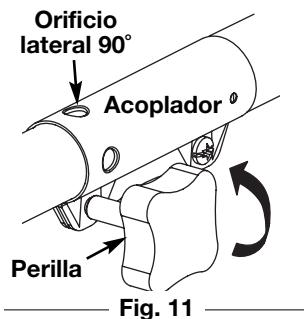
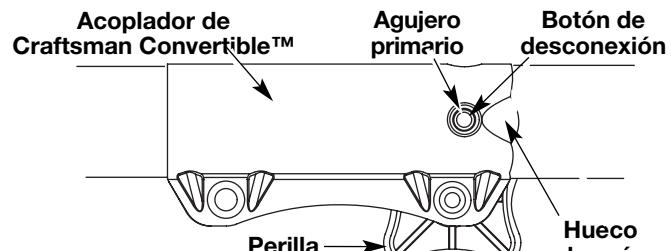
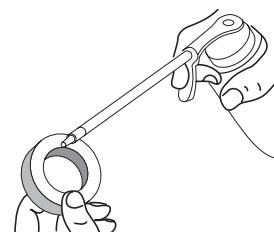

Fig. 11
Fig. 12
Fig. 15
2. Gire la perilla en sentido antihorario para aflojarla (Fig. 11).
3. Oprima y sostenga el botón de desconexión (Fig. 12) y gírelo con firmeza 90° en cualquier dirección (según el modo en que quiere recortar el borde) (Fig. 11).
2. De vuelta a la perilla a la izquierda para aflojar el acoplador (Fig. 11).
3. Mientras que firmemente sostiene el accesorio, empújelo derecho en el acoplador hasta el botón liberador (Fig. 12) se encaja a presión hacia el agujero primario (Fig. 12). El agujero primario está en el lado opuesto del acoplador de la perilla (Fig. 15). La alineación del botón de desconexión con el hueco de guía facilitará la instalación (Fig. 12).
3. Oprima y sostenga el botón de desconexión (Fig. 12).
1. Saque los cuatro (4) tornillos que sostienen la cubierta del silenciador / filtro de aire (Fig. 12). Use un destornillador de vástago plano o de broca Torx N° T20.
(Fig. 15).
2. Inserte los cuatro (4) tornillos en los orificios de la cubierta del silenciador / filtro de aire (Fig. 12) y ajústelos. No los ajuste demasiado.